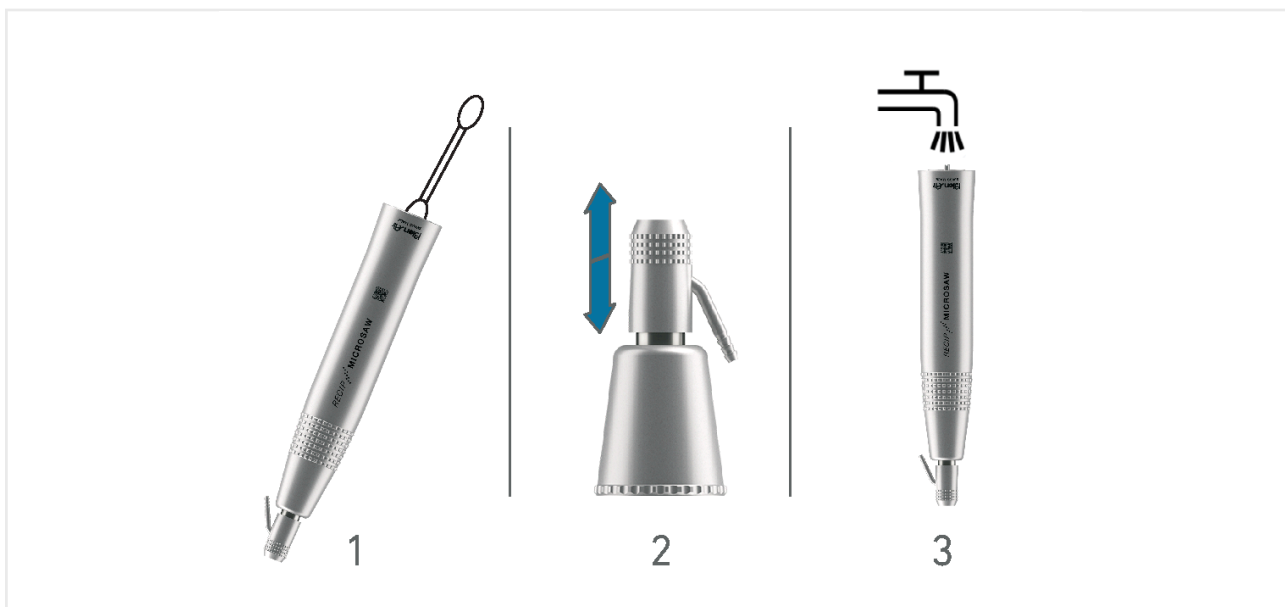

FIG. 6
2. Esfregue o exterior da microsserra e, se estiverem separados, esfregue também o interior do anel de irrigação com uma escova macia e flexível (por exemplo, uma escova de dentes de cerdas macias). Dê especial atenção às superfícies de aderência, reentrâncias e cantos e limpe o lado motor no interior da microsserra com uma agulha de limpeza adequada (FIG. 6, passo 1). Recomenda-se a utilização de um produto alcalino em baixa concentração e à temperatura ambiente durante 5-10 minutos (por exemplo, neodisher® Mediclean Forte a 0,5% durante 5-6 minutos).
3. Teste a mobilidade do anel de fixação. Para tal, puxe-o várias vezes até ao limite e, de seguida, solte-o. Deverá regressar sempre à sua posição inicial (FIG. 6, passo 2).
- a) Enxague o dispositivo com água da torneira (15°C-38°C) (59°F-100°F) desde que a água da torneira local tenha um pH situado entre os 6,5 - 8,5 e um teor de cloro inferior a 100 mg/l. Se a água da rede local não cumprir estes requisitos, utilize água desmineralizada (desionizada) (FIG. 6, passo 3).